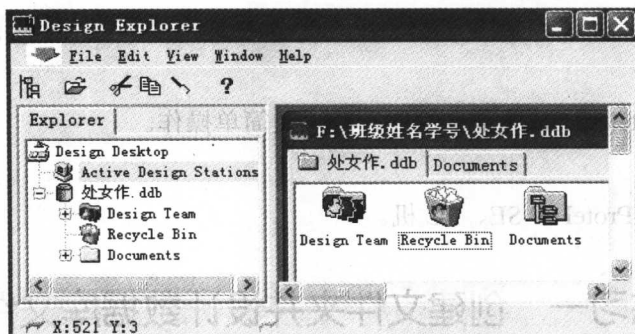

图 1-2 设计数据库
(3) 在对话框中选择 MS Access Database 保存类型。
(4) 在 Database File Name 文本框中将“MyDesign”(在未输入名称前,系统给出的默认名为 MyDesign.ddb)改为“处女作”。
(5) 在 Database Location (保存数据库文件的路径)栏的左下方,显示的是保存该设计数据库的默认路径。单击 Browse 按钮,在弹出的文件保存对话框中,单击“保存在”下拉列表框的按钮来选择保存路径为“本地磁盘 F”,并在 F 盘下建立一个名为“班级姓名学号”的新文件夹,打开新建的文件夹,单击保存按钮,一个设计数据库的建立就完成了,如图 1-2 所示。